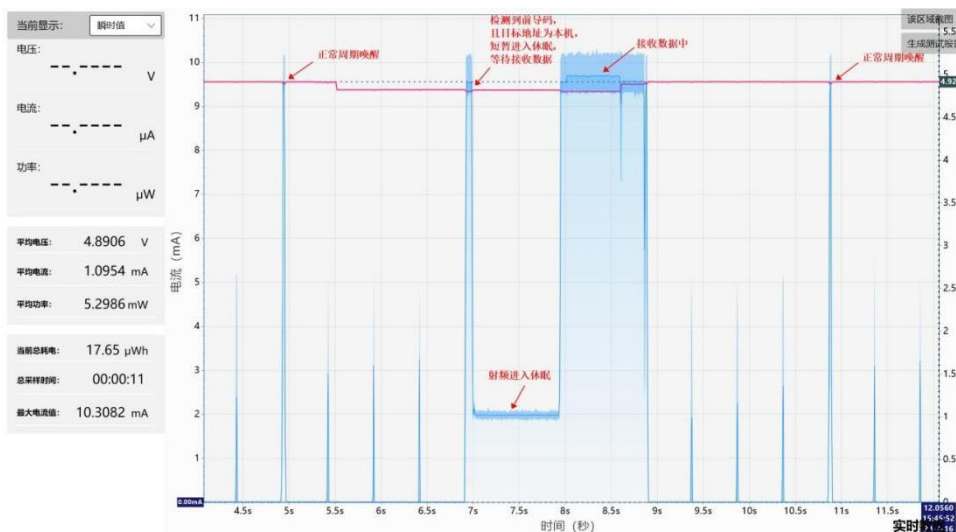
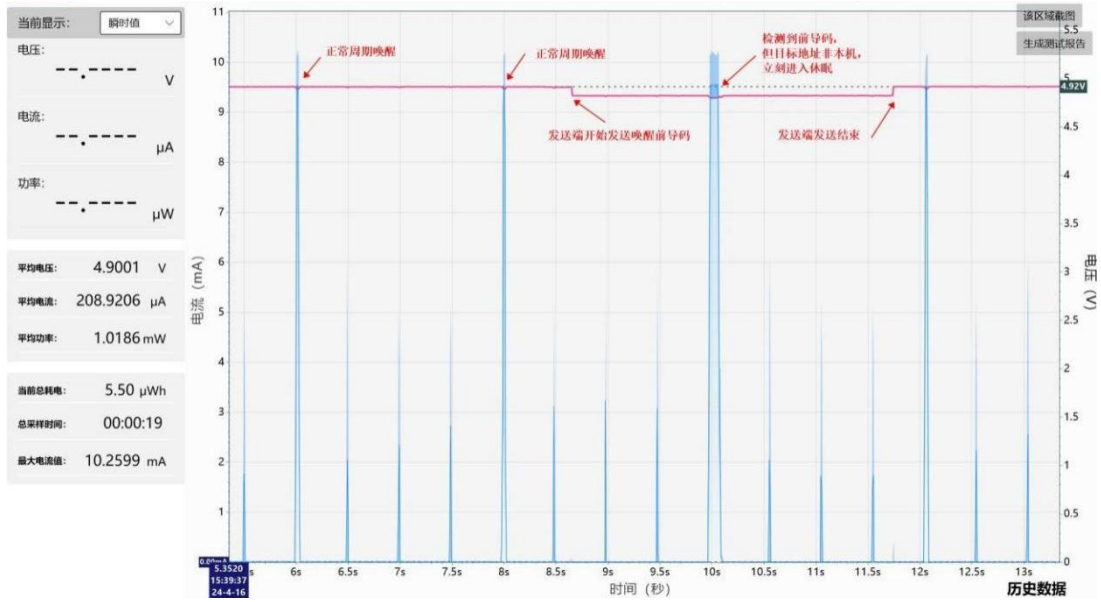

图 1 目标设备电流消耗图
图 2 非目标设备电流消耗图
- 电台支持单点唤醒功能，能单独唤醒某一电台，而不会唤醒所有电台。接收设备当为目标设备时其电流消耗图如下图 1 所示，其余非目标设备则会重新进入休眠状态如图 2 所示。